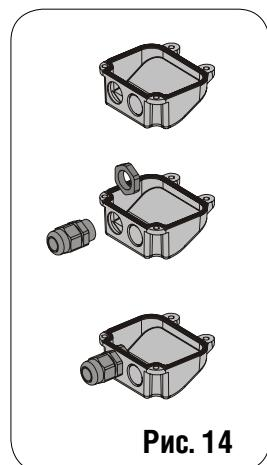

Рис. 14
1) Откройте одно из двух предварительно высверленных отверстий в поставляемой крышке, Рис.14; при эксплуатации приводов с концевыми выключателями откройте два отверстия.